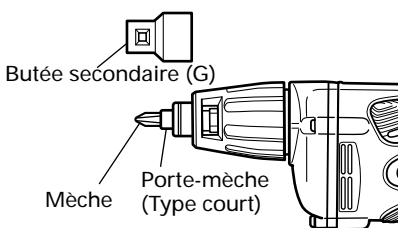

Fig. 8
2. Démontage de la mèche (Fig. 8)